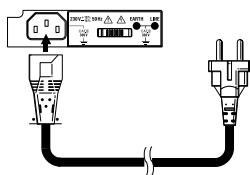
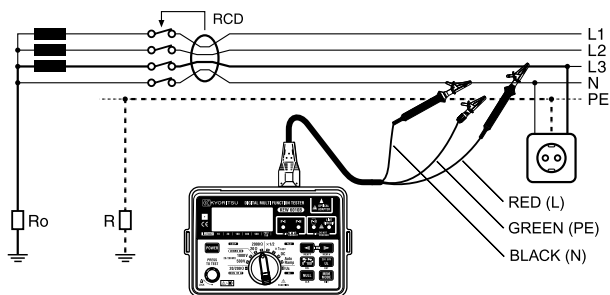

Fig 11
Fig 12
3. Voor het testen van stopcontacten, verbindt men het meetsnoer met de KEW 6010B en de aangegoten stekker met het te testen stopcontact (zie Fig 11).
7. Voor het testen van verlichtingscircuits of andere, verbindt men het drieadelige meetsnoer Model 7133 (OMA DIEC: optie) met de KEW 6010B, het rode meetsnoer (fase) met de fase van het te testen circuit, het zwarte (nulgeleider) met het te testen circuit en het aardings snoer met de aarding van het circuit (zie Fig 12).
3. Verbind het toestel met de te testen verliesstroomschakelaar, ofwel via een geschikt stopcontact (zie Fig 11), ofwel d.m.v. de meetsnoeren Model 7133 (OMA DIEC) (zie Fig 12).
- Verbind het toestel met de te testen verliesstroomschakelaar, hetzij via een geschikt stopcontact (Fig 11), hetzij via de meetsnoeren Model 7133 (OMA DIEC) (Fig. 12).